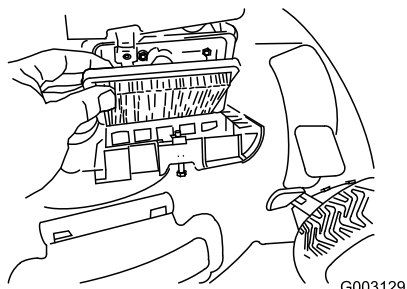

Figura 43
4. Montate il coperchio (Figura 43).